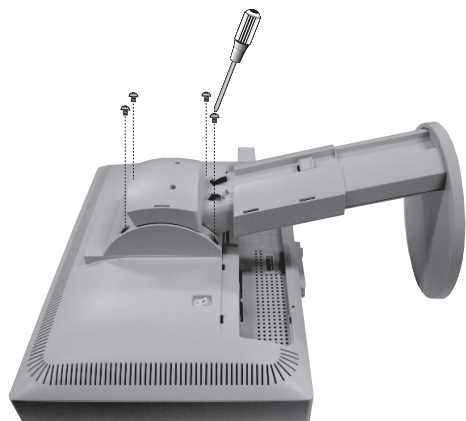

Figure M.3
3. Placez le moniteur face vers le bas sur une surface non abrasive (**Figure M.3**).
4. Retirez les quatre vis qui relient le moniteur au support (**Figure M.3**).